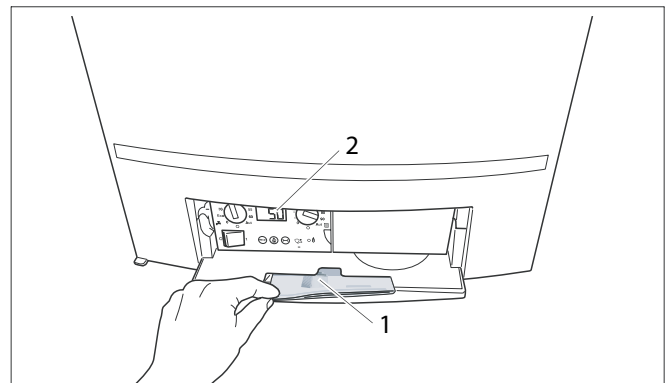

Fig. 3 BC10 e istruzioni per l'uso
Questa breve guida mira ad offrire all'utente dell'impianto di riscaldamento una panoramica sull'uso e il funzionamento della caldaia. La guida è collocata nel portello del pannello di servizio della caldaia (fig. 3, pag. 6).
Il regolatore di base BC10 si trova dietro il portello sul lato sinistro (fig. 3, **pos. 2**).
Sul retro del portello c'è un vano contenente le istruzioni per l'uso della caldaia (fig. 3, **pos. 1**).